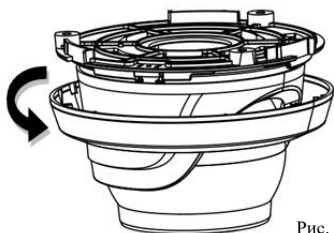

Рис. 1
6. Просверлите три отверстия в соответствии с монтажным шаблоном, затем при помощи шурупов и дюбелей закрепите камеру в подготовленные отверстия (рис. 1).
1. Отделите декоративный элемент на основании, открутив его для дальнейшего монтажа камеры (рис.1).